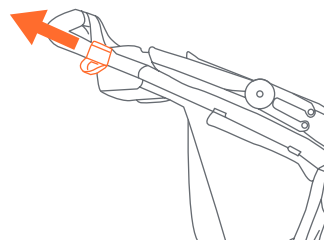
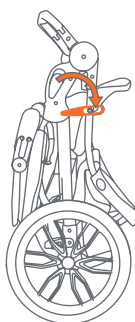

Fig. 20a
Fig. 20b
- Pliegue el carrito tirando de ambos gatillos de liberación (Fig. 20a). Presione hacia abajo el manubrio del carrito hasta que el carrito esté completamente plegado. Trabe la manija de liberación al costado derecho del carrito (Fig. 20b).